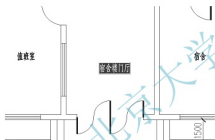
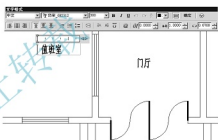

图 3.13 利用文字编辑命令编辑单行文字
图 3.14 利用文字编辑命令编辑多行文字
(1) 执行菜单栏中的【修改】|【对象】|【文字】|【编辑】命令,或在命令行输入“ED”并按 Enter 键,或双击被修改的文字,启动编辑文字命令。
① 在**选择注释对象或 [放弃 (U)]**:提示下,选择要修改的文字,这里选择前面用单行文字标注的“宿舍楼门厅”,则“宿舍楼门厅”被激活,如图 3.13 所示,将其修改为“门厅”,按 Enter 键确认即可。
② 再次按 Enter 键结束命令。
(2) 如果利用文字编辑命令编辑用多行文字标注的“值班室”,则弹出多行文字编辑器,在编辑器内可以对文字的内容、高度等进行修改,如图 3.14 所示。
对比图 3.13 和图 3.14 可知,利用文字编辑命令编辑单行文字,只能修改文字的内容,而用文字编辑命令编辑多行文字时,可对文字的内容、高度、文字样式、是否加粗字体等多项内容进行修改。